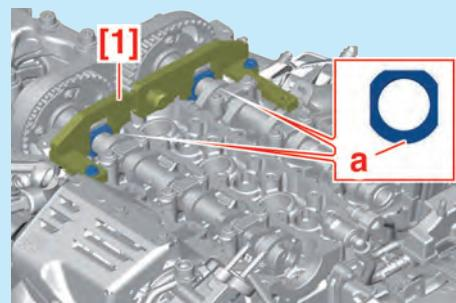

Fig.5
- Reposer l'outil [1] en ajustant la position des arbres à cames (Fig.5).